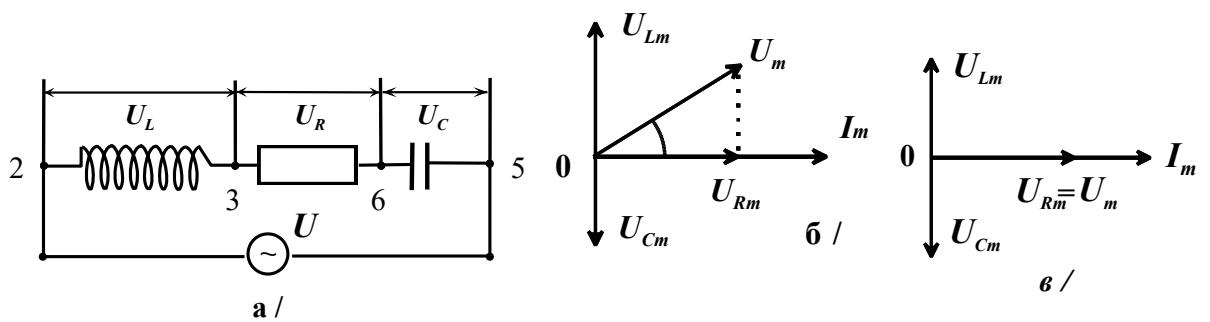

Рис. 5
Подадим переменное напряжение (1) на цепь из **R**, **L** и **C** как показано на рис. 5, а.
В этом случае через все три элемента протекает одинаковый ток. Направим вектор тока горизонтально, как показано на рис. 5,б , и отложим вдоль этой оси вектор, длина которого равна амплитудному значению тока в цепи -  $I_m$ .
Падение напряжения на емкости  $U_C$  отстает от тока по фазе на  $\pi/2$  , и поэтому вектор напряжения на  $C$  , равный по величине  $U_{Cm} = I_m X_C = = I_m / \omega C$ , следует повернуть относительно вектора тока на угол  $\pi/2$  по часовой стрелке. Падения напряжений  $U_R$  ,  $U_L$  и  $U_C$  в сумме должны быть равны приложенному напряжению  $U$ . Поэтому, сложив векторы  $U_{Rm}$  ,  $U_{Lm}$  и  $U_{Cm}$  получим вектор  $U_m$ , величина которого равна амплитуде напряжения на зажимах цепи. Векторная диаграмма цепи, состоящей из последовательно соединенных  $R$  ,  $L$  и  $C$ , тогда примет окончательный вид, показанный на рис. 5б.
Вектор  $U_m$  образует с вектором тока угол  $\phi$  , представляющий разность фаз между напряжением  $U$  и силой тока  $I$ . Из рис. 5б видно
Сдвиг фаз между током и напряжением зависит от соотношения между индуктивным сопротивлением  $X_L$  и емкостным сопротивлением  $X_C$  цепи. Если  $\omega L > 1/\omega C$  (преобладает индуктивное сопротивление), то ток по фазе отстает от напряжения. Если  $1/\omega C > \omega L$  (преобладает емкостное сопротивление), то ток опережает напряжение. При  $\omega L = 1/\omega C$  ток и напряжение изменяются синфазно. При удовлетворяющей этому условию частоте  $\omega_{rez} = 1 / (LC)^{1/2}$ , называемой резонансной частотой, полное сопротивление цепи минимально и равно  $R$ . При этом падение напряжения на активном сопротивлении равно приложенному напряжению  $U$ . Падения напряжений на индуктивности  $U_L$  и емкости  $U_C$  равны по амплитуде и противоположны по фазе. При условии, что  $\omega L = 1/\omega C \gg R$ , амплитуда напряжений на индуктивности и емкости оказывается много больше амплитуды приложенного напряжения и поэтому описанное явление называется резонансом напряжений. Векторная диаграмма рассматриваемой цепи при резонансе напряжений принимает вид, показанный на рис. 5в.